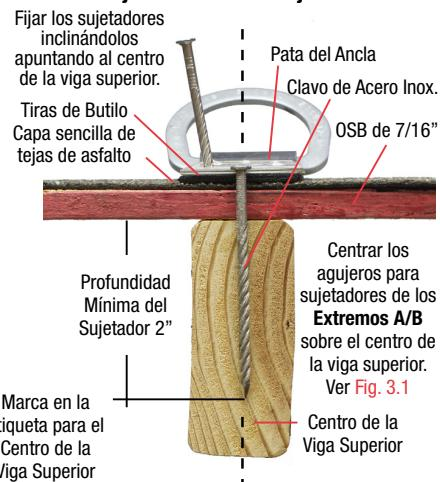

Fig.4
- Sujetadores salidos/desviados. Ver Fig.4.